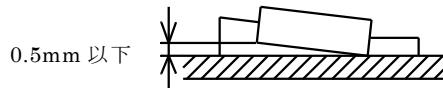
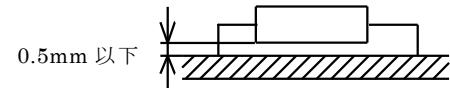

図 3-1
図 3-2
- (p) フリッカ継電器またはソリッドステート・タイマとして、H3CR-A を使用する場合には、電源スタート／電源リセットで使用するため端子番号⑥ー②間を短絡すること。
(3) 電子回路組立て作業
- (c) 抵抗器、ダイオード、コンデンサはプリント基板にほぼ密着させて取付けること。浮き上がり限界は、図 3-1、図 3-2 に示すとおりとする。